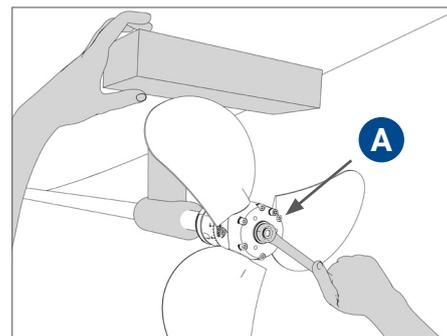

FIG. 14 | Bloccare la rotazione e avvitare il dado di serraggio
- Per evitare di curvare le pale dell'elica in fase di avvitamento, usare la precauzione di ruotare le pale in posizione di spinta (non in bandiera), e bloccare la rotazione con un cuneo di legno tra la pala e la carena. (Fig. 14).
- Avvitare il dado di serraggio **A** (Fig. 14) applicando una coppia di serraggio appropriata (in funzione del tipo di dado, come suggerito in TABELLA COPPIE DI SERRAGGIO). Durante il serraggio avere cura di muovere le pale e serrare gradualmente il dado fino al raggiungimento della coppia di serraggio indicata.